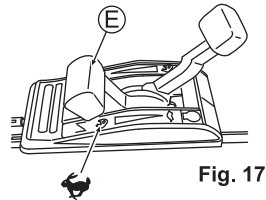

Fig. 17
2. Placez la manette des gaz (E) en position "STOP" pour commencer à tondre. (Voir Fig. 17)